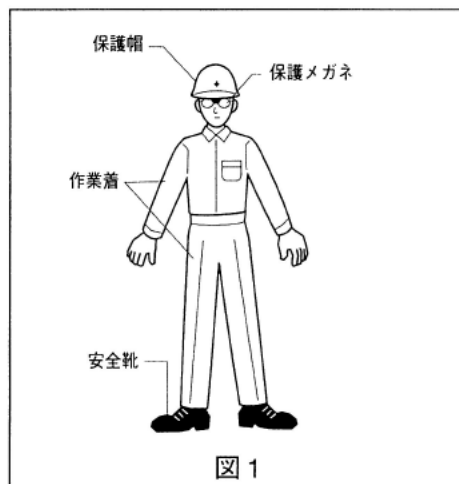

図1
- 作業に適した服装をしてください。（図1）
- 常に保護メガネを着用してください。（図1）